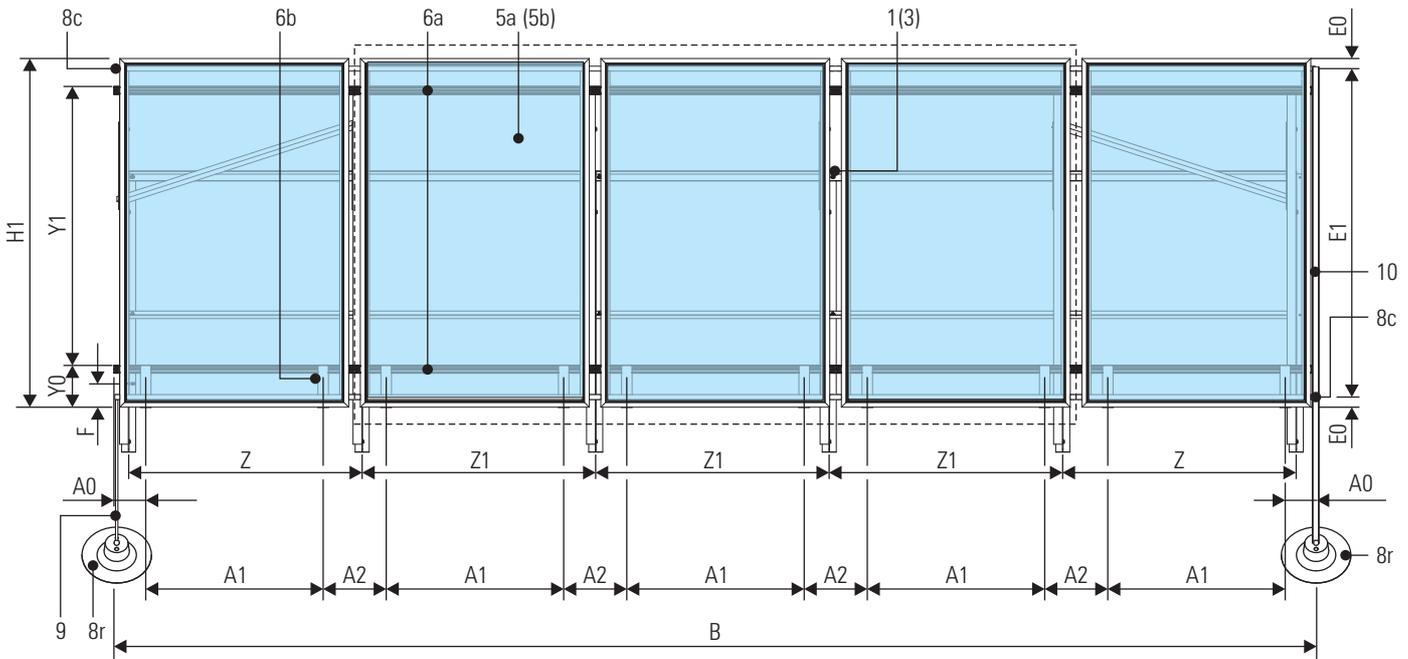

Fig. 3-2 Dimensión principal de un panel colector Instalación solar para Montaje plano sobre tejado de colectores solares - Para la leyenda véase fig. 3-3.
Las dimensiones principales del panel colector Instalación solar (según fig. 3-2 y fig. 3-3) están resumidas en tab. 3-3.
- Obtener las dimensiones principales de acuerdo con la fig. 3-2 y la tab. 3-3.